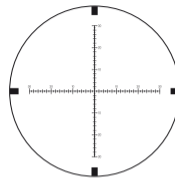
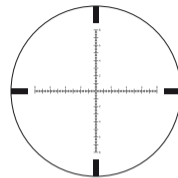

Fig. 3-4
Fig. 3-5
(2) Mise au point
- ① Regardez dans l'oculaire, l'œil placé à 4 pouces environ (10 cm) de la lentille oculaire, pour voir le réticule FX-MOA (Fig. 3-4) ou le réticule FX-MRAD (Fig. 3-5). Assurez-vous que votre œil est correctement aligné et positionné à la bonne distance, afin d'éviter que votre vue soit "bouchée".
- ② Pointez l'objectif de la lunette vers le ciel (mais PAS en direction du soleil) ou vers un mur de couleur unie.
- ③ Faites tourner la molette de réglage du viseur dans le sens inverse des aiguilles d'une montre puis dans le sens des aiguilles d'une montre, jusqu'à ce que le réticule apparaisse net.